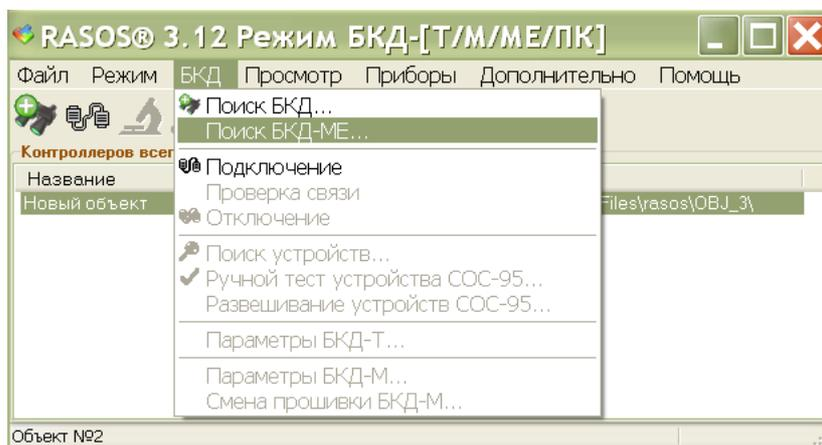

Рисунок 12
4) В открывшемся окне на вкладке «БКД» выбрать в меню «Поиск БКД-МЕ» (рисунок 12).